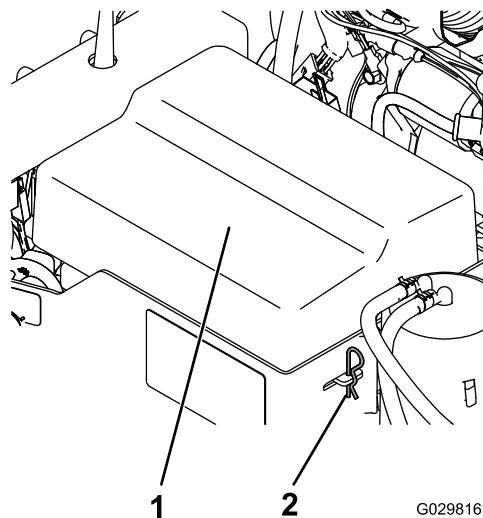

Figura 3
1. Rimuovete le 2 coppie che fissano il coperchio della batteria al vano batteria, e rimuovete il coperchio (Figura 3).
- Montate il coperchio della batteria sul vano batteria e fissate il coperchio con 2 coppie (Figura 3).